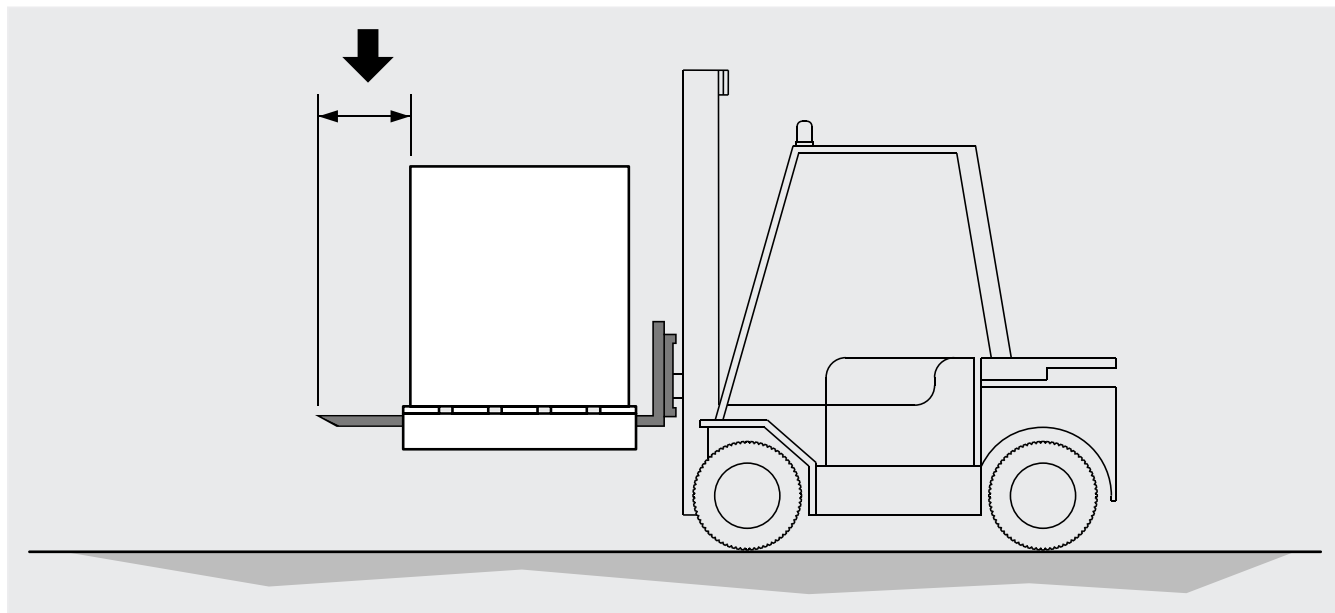

Figura 2
- 5.2 Il modello imballato deve essere spostato da personale qualificato mediante carrello elevatore di portata adeguata, oppure con la gru e/o carro ponte (v. Sez. 7). Le forche di sollevamento devono avere lunghezza superiore alla profondità dell'imballaggio e/o del modello. Evitare qualsiasi movimento brusco e non sostare in prossimità dell'area di manovra. Assicurare sempre i modelli agli organi di sollevamento prima di procedere con le operazioni di movimentazione. Un grosso urto o una forte spinta possono capovolgere il modello. Si osservi la Figura 2.